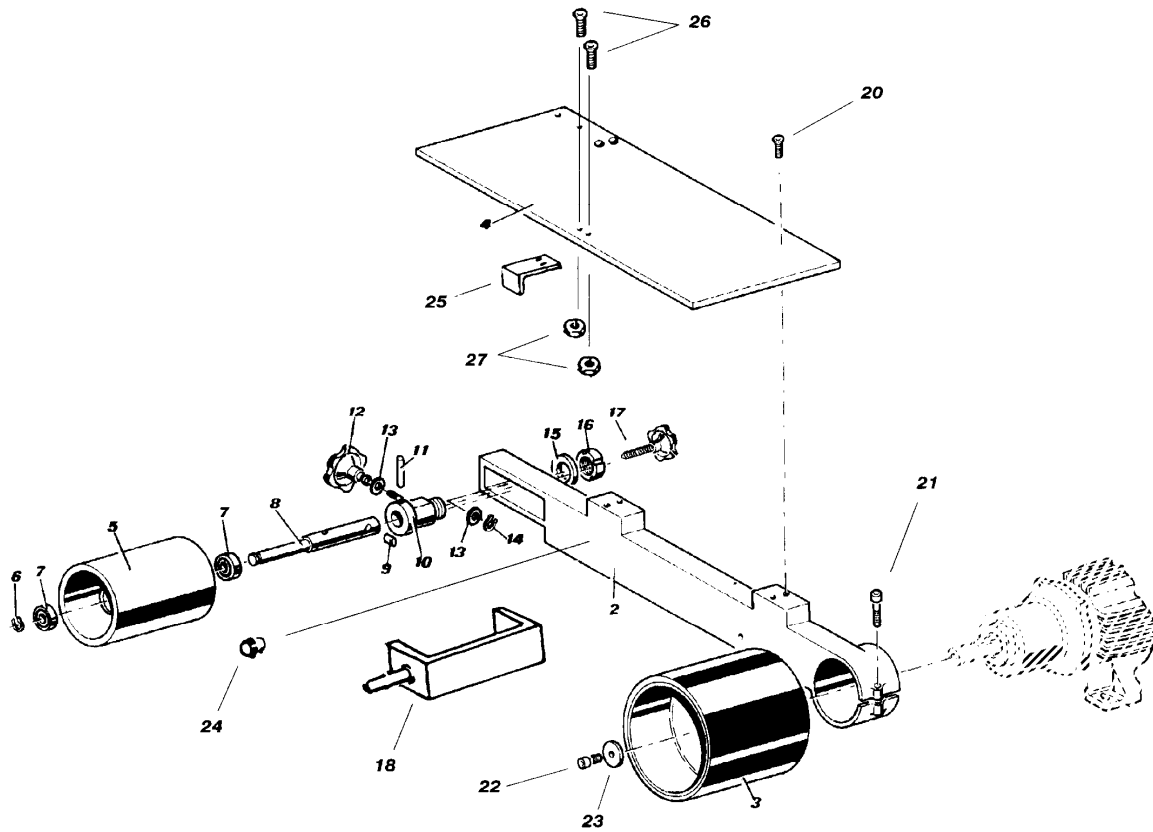

Figure 4
2. Dévisser la vis 6 pans (22 fig.4) se trouvant au centre de la poulie en caoutchouc.
6. Revisser la vis 6 pans (22 fig.4).